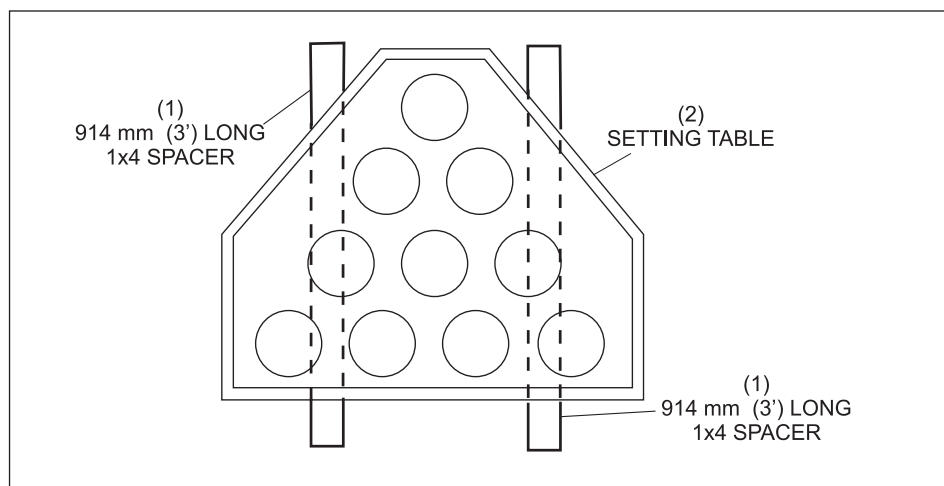

Abbildung 8-2. Platzieren der Abstandhalter
2. Positionieren Sie zwei Abstandhalter (1 x 4) mit einer Länge von 914 mm (3 Zoll) auf dem Pin-Deck, sodass das Deck vorne und hinten abgestützt wird. Siehe *Abbildung 8-2*.